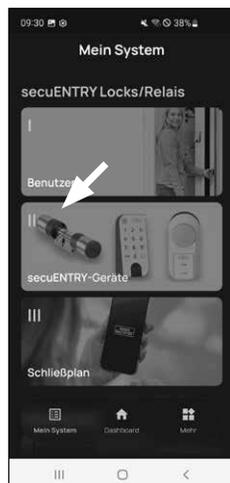

Fig. 1
- 1 Toque no segundo item do menu "II - Dispositivos secuENTRY" (fig. 1).